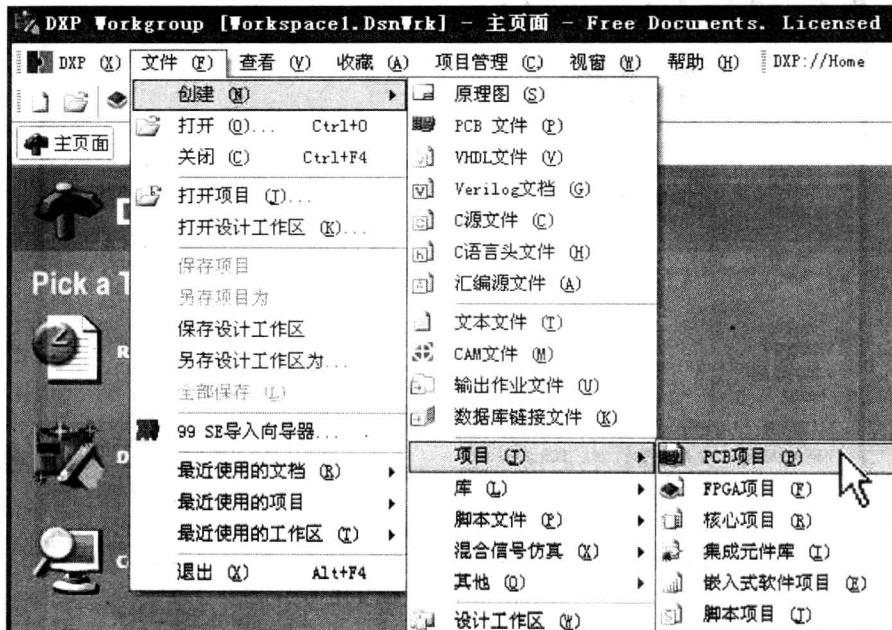

图1-13 新建PCB工程文件
- (1) 在 DXP 软件的主页面，依次单击“文件”→“创建”→“项目”→“PCB 项目”，如图 1-13 所示。